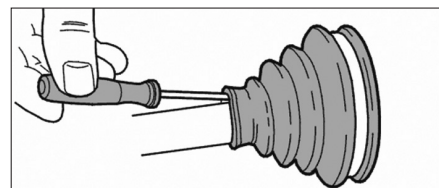

FIG. 14
- Chasser l'air se trouvant dans le soufflet (Fig.14).